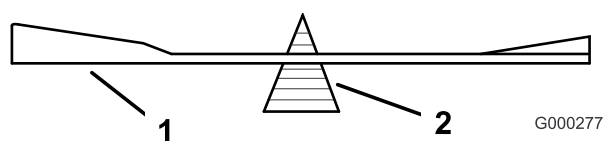

Figure 50
2. Vérifiez l'équilibre de la lame en la plaçant sur un équilibreur (Figure 50). Si la lame reste horizontale, elle est équilibrée et peut être utilisée. Si la lame est déséquilibrée, limez un peu l'extrémité de la
partie incurvée seulement (Figure 50). Répétez la procédure jusqu'à ce que la lame soit équilibrée.